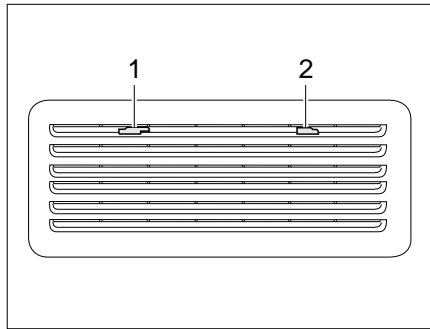
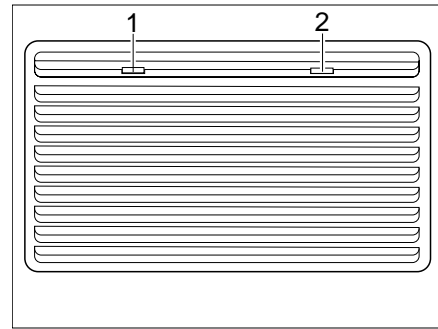

Bild 318 Kühlschrank-Lüftungsgitter (Thetford)
Bild 319 Kühlschrank-Lüftungsgitter (Thetford groß)
- Arretierungen (Bild 318,1 und 2 bzw. Bild 319,1 und 2) zur Mitte schieben.